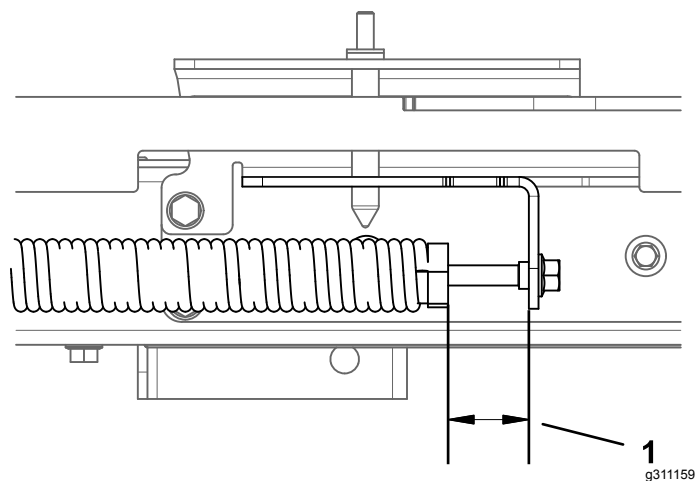

Figura 2
5. Regolate la tensione della molla in riferimento alla distanza tra il regolatore della molla e la piastra dell'altezza di taglio appropriata per la vostra macchina (Figura 2); fate riferimento alla tabella seguente.